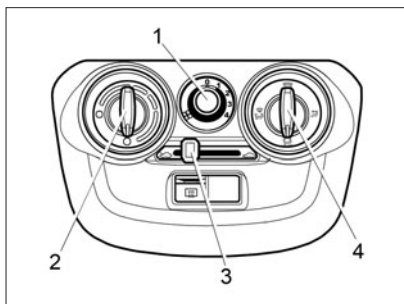
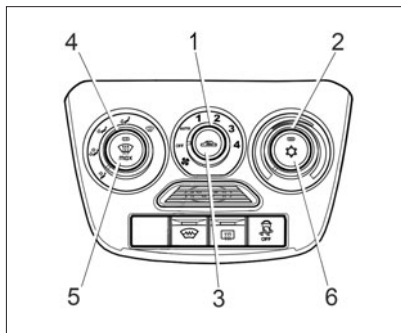

Рис. 41. Блок управления системой вентиляции и отопления
Рис. 43. Блок управления климатической системой (в варианном исполнении)
Отопительно-вентиляционная установка автомобиля предназначена для создания в салоне комфортной температуры воздуха, значение которой регулируется блоком управления системой вентиляции и отопления (рис. 41). Однако она не может обеспечить в салоне температуру ниже, чем имеет наружный воздух.
- **рукоятку 2** (см. рис. 41) повернуть по часовой стрелке в крайнее правое положение до упора (синяя точка на блоке управления), а **в варианном исполнении (см. рис. 43)** повернуть против часовой стрелки в крайнее левое положение синей зоны;
- **рукоятку 1** (см. рис. 41) переключателя режимов работы элек-
- **рукоятку 2** (см. рис. 41) повернуть против часовой стрелки в крайнее левое положение до упора (красная точка на блоке управления), а **в вариантном исполнении (см. рис. 43)** повернуть по часовой стрелке в крайнее правое положение красной зоны;
- **рукоятку 1** (см. рис. 41) переключателя режимов работы вентилятора поставить на скорость в зависимости от степени запотевания стекол.
- **рукоятку 4** (см. рис. 41) установить в положение ;
– **рукоятку 1** (см. рис. 41) переключателя режимов работы вентилятора отопителя поставить на максимальную скорость подачи воздуха в салон.
- **рукоятку 2** (см. рис. 41) повернуть против часовой стрелки в крайнее левое положение до упора (красная точка на блоке управления), а **в вариантном исполнении (см. рис. 43)** по часовой стрелке в крайнее правое положение красной зоны;
исполнении (см. рис. 43) режим рециркуляции включается и выключается кнопкой 3.
После мойки автомобиля в холодное время года при температуре окружающего воздуха ниже 0°C рекомендуется включать вентилятор системы вентиляции и отопления салона переключателем 1 (см. рис. 41 и 43) на 3-4 скорость на время около 2-3 минут.
В вариантном исполнении автомобиль комплектуется климатической установкой (рис. 43). Кли-
Несмотря на то, что внешний вид и расположение органов управления климатической установкой отличаются от органов управления системой вентиляции и отопления (см. рис. 41), логика и алгоритмы управления, описанные выше для системы вентиляции и отопления, верны и для климатической установки. Кроме того, климатическая система позволяет обеспечивать охлаждение воздуха, подаваемого в салон автомобиля, автоматический режим поддержания заданной температуры воздуха в салоне и автоматический режим очистки ветрового стекла.
2. Включите вентилятор, установив **рукоятку 1** (рис. 43) в одно из положений «1», «2», «3», «4» или «AUTO».
4. Включите максимальную скорость вентилятора климатической установки, установив **рукоятку 1** (см. рис. 43) в положение «4».
С помощью **рукоятки 2** (см. рис. 43) можно установить желаемую температуру воздуха в салоне. Климатическая система будет автоматически поддерживать установленную температуру воздуха в салоне в пределах производительности климатической установки и установленного допуска. Для наиболее эффективной работы в автоматическом режиме поддержания заданной температуры **рукоятка 1** управления вентилятором климатической системы должна быть включена в положение «АUTO» (для автоматического управления скоростью подачи воздуха).
При повторном нажатии **кнопки 5** (см. рис. 43) с символом  автоматический режим очистки ветрового стекла выключится и климатическая система вернется в исходное состояние.